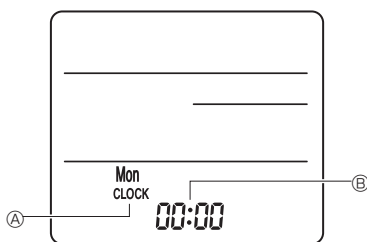

Fig. 6-8
3) Indstilling (indstilling af ur) (Fig. 6-8)
① Sæt batterier i, eller tryk på ●_{CLOCK}-knappen med en spids genstand.